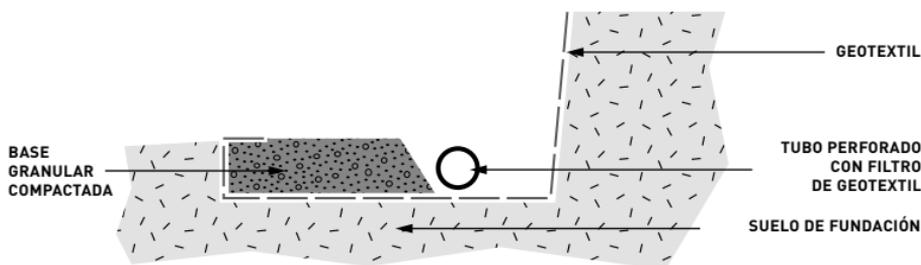

Figura 32. Colocación del tubo de drenaje.
*Opciones para la colocación de drenajes:* El drenaje puede salir por la cara de la pared o puede conectarse a un desagüe positivo (alcantarilla). En caso de que se lo conecte a un desagüe positivo, éste deberá colocarse a la altura más baja del muro con una pendiente mínima de 2%. En la parte trasera de la base, permita que el material granulado forme una pendiente hacia abajo de la zanja de desagüe (Figura 32). En el área que se encuentra detrás de la base, coloque el tubo de drenaje apto (tubo perforado con filtro de geotextil) sobre la parte superior del geotextil y una cobertura granular mínima.